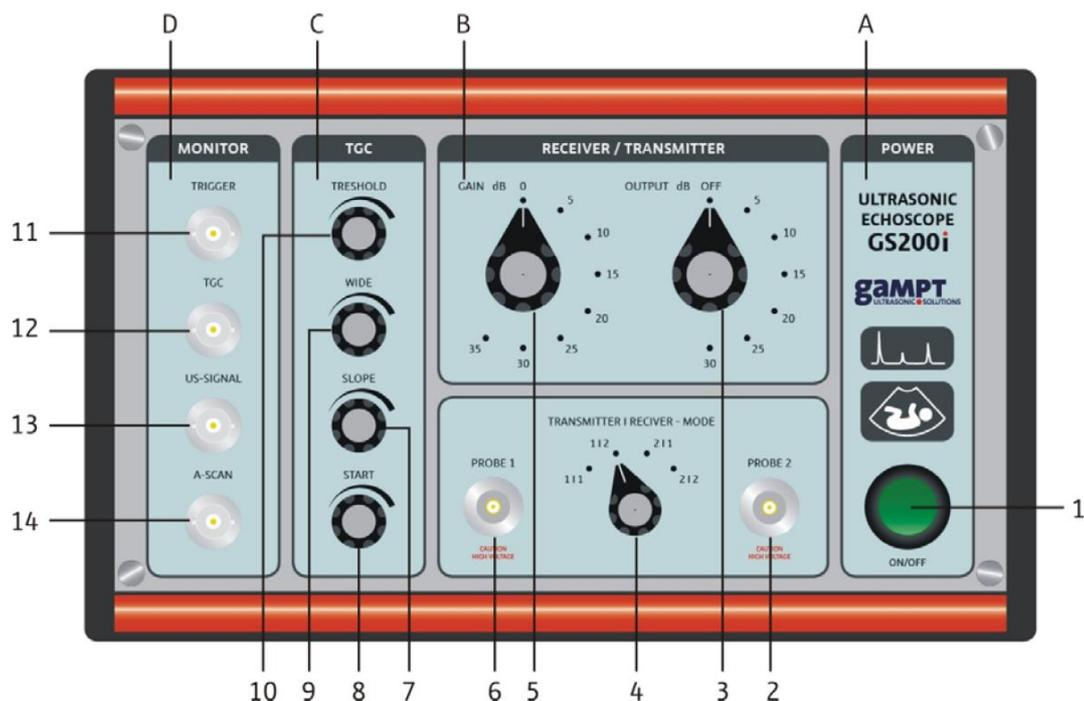
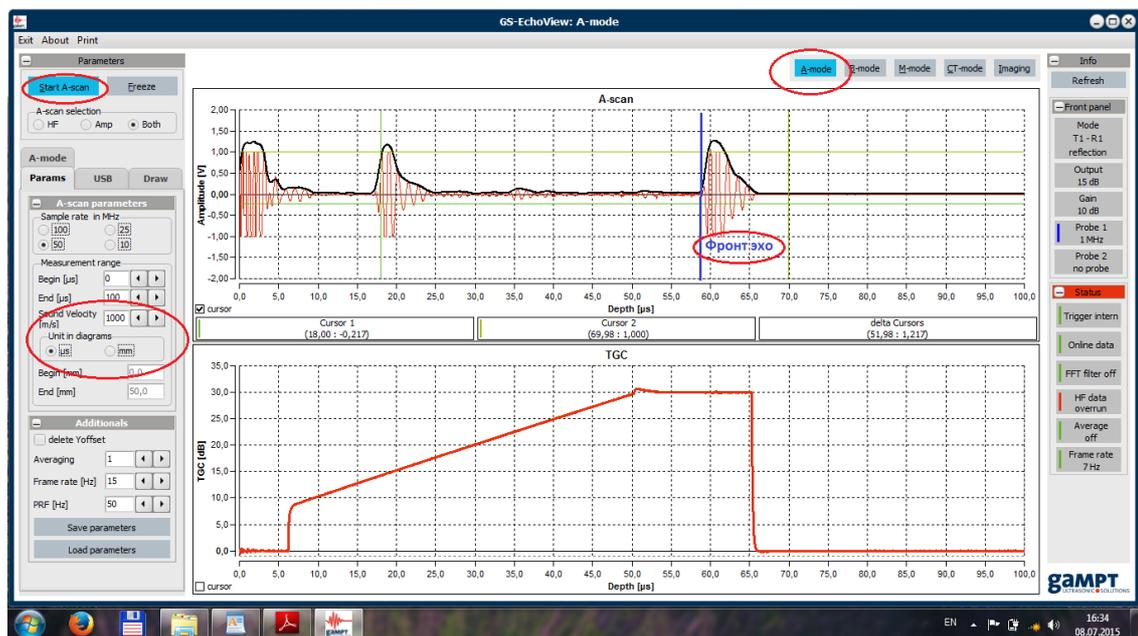

Рисунок 3. Передняя панель эхоскопа GS200.
Рисунок 4. Главное окно программы GS-Echoview.
- подключить датчик 1 МГц (синий) в разъем «Probe1» (см. рисунок 3). При этом выставить режим работы передатчика и приемника «Transmitter/Receiver - Mode»: 1|1 (reflection) – отражение;
- в окне «A-mode» (см. рисунок 4) во вкладке «params» выставить «begin» – 0 и «end» – 100;
- добиться формы сигнала TGC, как показано на рисунках 4-5 (настроить временное усиление), с помощью ручек 7-10 блока С (рис. 3) при положениях переключателей блока передатчика и приемника эхоскопа GS200 «Receiver/Transmitter» (блок В, переключатели 3 и 5, рис. 4): «Gain» – 10, «Output» – 10. При необходимости настройка величины сигнала происходит путем изменения «Gain» и «Output» в зависимости от образца (макета).
- с помощью курсора мыши определить время до появления эха от обратной стороны блока по *фронту* (началу появления) эха (данное эхо не исчезает при перемещении датчика!) (см. рисунок 4).